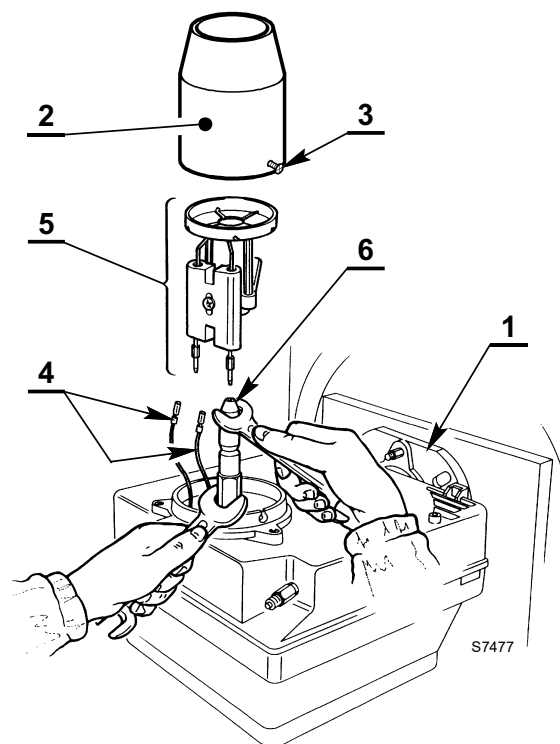

Fig. 12
- estrarre il bruciatore dal generatore dopo aver tolto il dado di fissaggio alla flangia (1).
- Agganciare il bruciatore alla flangia (1), togliere il boccaglio (2) dopo aver allentato le viti (3).
- Sfilare i cavetti (4) dagli elettrodi, estrarre dal gruppo portaugello il gruppo supporto elica (5) dopo aver allentato la vite (3).
- **Avvitare l'ugello (6) correttamente stringendolo come mostrato in Fig. 12.**
- Cambiare ugello, (Fig. 12, a pag. 9) e verificare il corretto posizionamento degli elettrodi (Fig. 15, a pag. 10).